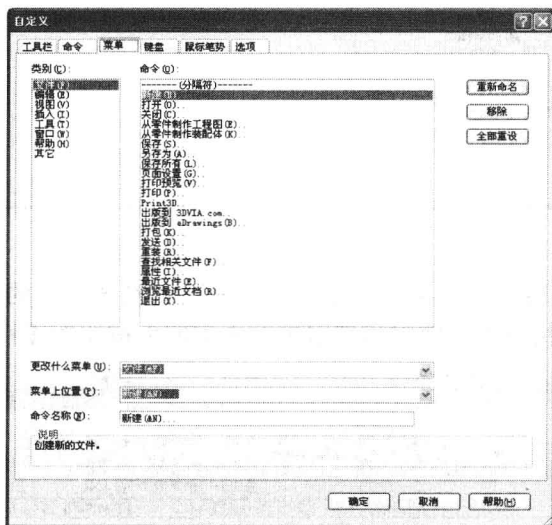

图 1-11 自定义菜单
- (1) 在 SolidWorks 文档中，选择【工具】→【自定义】命令，弹出【自定义】对话框。
- (2) 在【菜单】选项卡中选择某一菜单选项并进行自定义设置，如图 1-11 所示。
- (3) 设置完成后单击【确定】按钮。